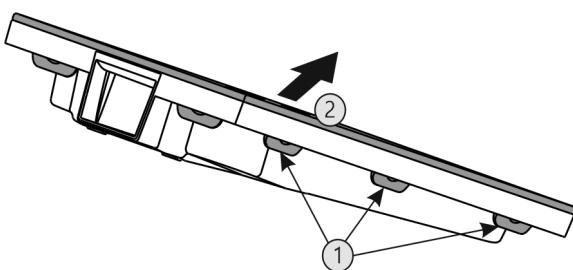

Fig. 42
- ▶ Последовательно нажать на все накладки Fig. 42 (1) и снять крышку Fig. 42 (2).